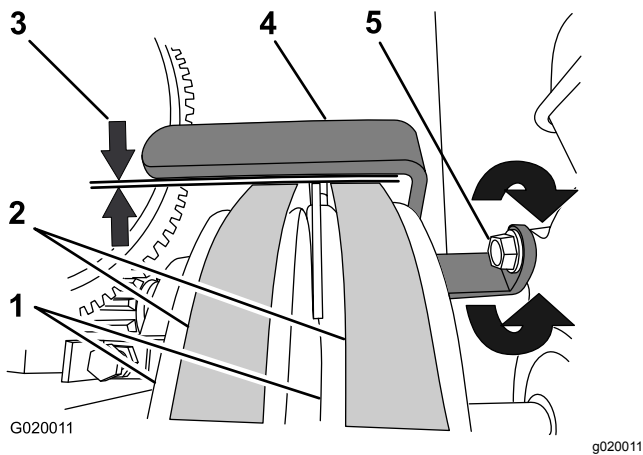

Figura 75
3. Compruebe que la holgura entre la guía de las correas y las correas es de 2.5 mm a 4.0 mm (3/32" a 5/32"); consulte Figura 75.
- A. Afloje el perno que sujeta la guía de las correas al motor (Figura 75).
- B. Mueva la guía de las correas hacia arriba o hacia abajo hasta que quede una holgura de 2.5 a 4 mm (3/32" a 5/32") entre la guía y cada correa (Figura 75).
- C. Apriete el perno que sujeta la guía de las correas al motor (Figura 75).